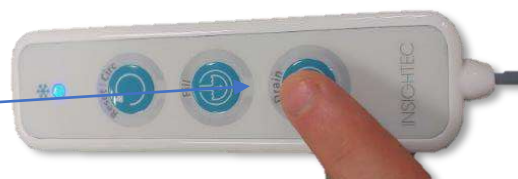

Figura 12-15: Drain (Drenar)
Paso 22. Drene el agua del transductor empleando la pantalla o el controlador remoto (**Figura 12-15**).